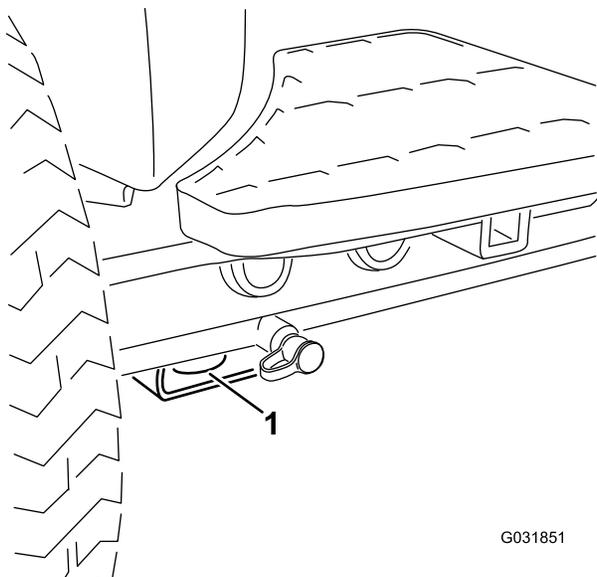

Рисунок 40
- В передней части используйте отверстие в прямоугольной подкладке под трубой моста внутри каждого переднего колеса (Рисунок 40).